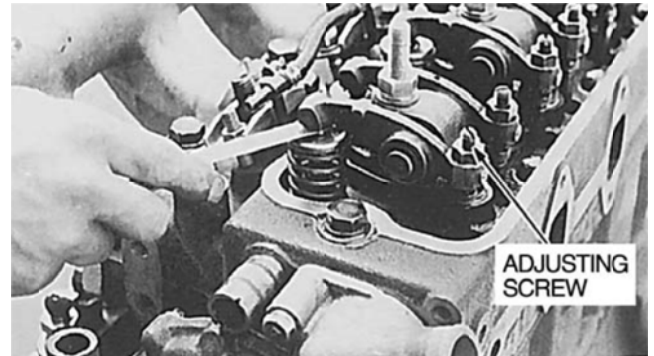

Рис. 65 (проверка зазора клапанов)
2. Проверяйте пары клапанов, когда соответствующий поршень находится в крайнем верхнем положении при такте сжатия (оба клапана закрыты). Проверьте зазор с помощью щупа (см. рис. 65).